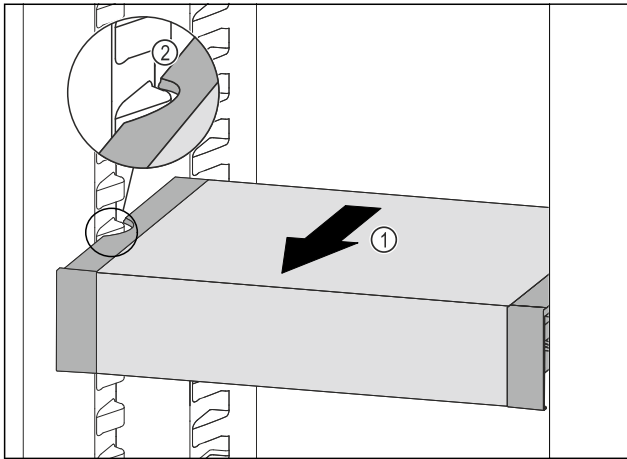

Fig. 102
- ▶ VarioSafe nach vorne ziehen Fig. 102 (1), bis sich die seitlichen Aussparungen des VarioSafes auf Höhe der Behälterrippe im Kühlteil befinden. Fig. 102 (2)